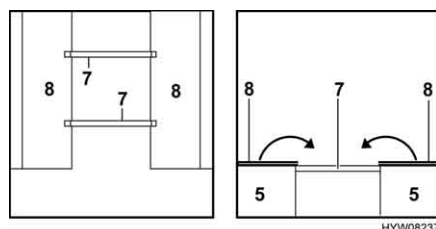

Fig. 48 Durante la trasformazione
- Rimuovere le stanghe del letto (Fig. 48,7) dal loro sostegno sul cassone (Fig. 48,5).
- Ribaltare in alto i piani dei sedili (Fig. 48,8) e collocare le stanghe del letto (Fig. 48,7) trasversalmente tra i due cassoni del letto nelle scanalature.
- Aprire su ciascun lato la parte superiore del piano del sedile (Fig. 48,8) tirandola verso il centro del veicolo e appoggiarla sulle stanghe del letto.